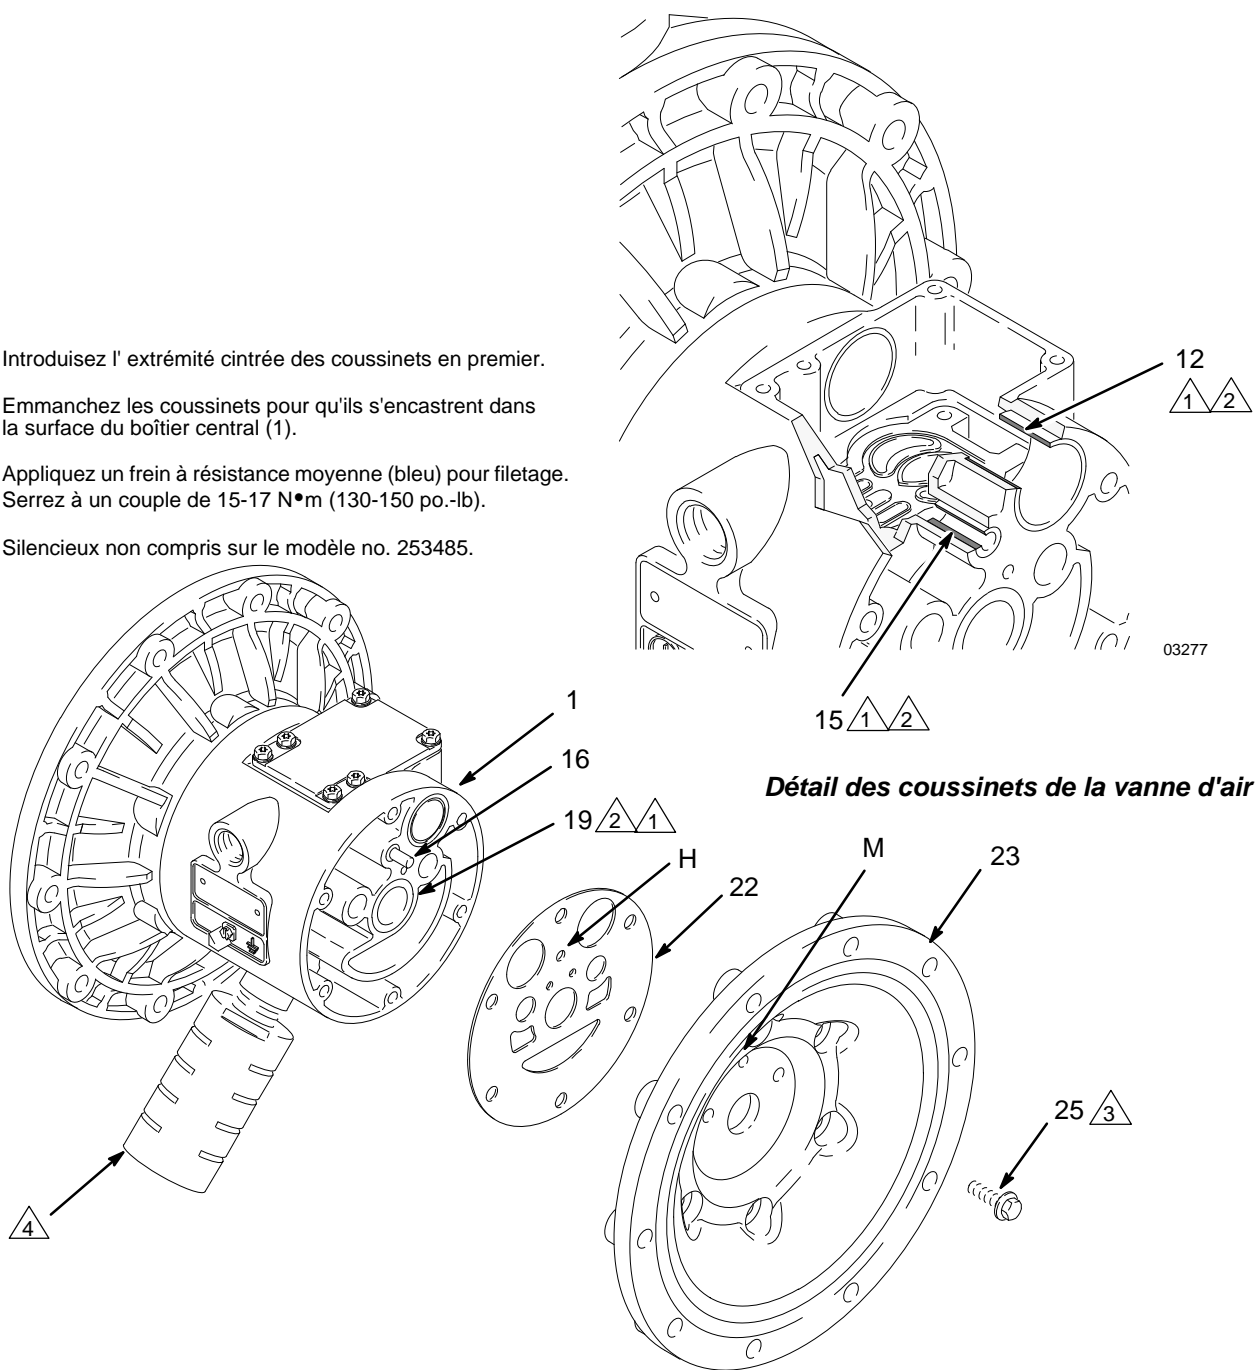

FIG. 13
5. Retirez les vis (25) maintenant les capots à air (23) sur le boîtier central (1) à l'aide d'une clé à douilles de 10 mm. Consultez FIG. 13.
6. Retirez les joints (22) des capots à air. Remplacez toujours les joints par des éléments neufs.
7. Utilisez un extracteur de coussinet pour retirer les coussinets (19) de l'axe de membrane, les coussinets (12) de la vanne d'air ou les coussinets (15) de l'axe de commande. n'enlevez pas les coussinets intacts.
8. Si les coussinets (19) de l'axe de membrane ont été retirés, introduisez une pointe pour joint torique dans le boîtier principal (1), accrochez les joints en
1. S'ils ont été retirés, placez les joints en coupelle (402*) de l'axe de sorte que les lèvres soient tournées vers **l'extérieur** du boîtier (1).
2. Les coussinets (12, 15 et 19) sont cintrés et ne peuvent être installés que dans un sens. Insérez les coussinets dans le boîtier central (1), **extrémité cintrée en premier**. Emmanchez le coussinet de sorte qu'il soit encastré dans la surface du boîtier central en utilisant une presse ou un bloc et un maillet en caoutchouc.
4. Placez le nouveau joint (22) de capot à air de sorte que l'axe de commande (16) dépassant du boîtier central (1) s'insère exactement dans l'orifice (H) adéquat du joint.
5. Alignez le couvercle à air (23) de sorte que l'axe de commande (16) entre dans l'orifice intermédiaire (M) parmi les trois petits orifices proches du centre du couvercle. Appliquez de l'apprêt et du frein-filet à résistance moyenne (bleu) sur le filetage de la vis (25) et serrez les vis à la main. Consultez FIG. 13. Serrez les vis à l'opposé et de manière uniforme à un couple de 15-17 N•m (130-150 po.-lb) à l'aide d'une clé à douille de 10 mm.